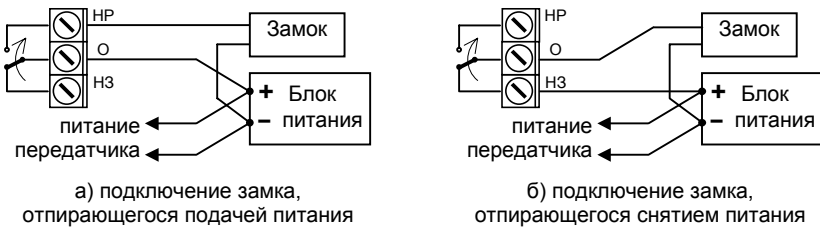

Рисунок 6 – Подключение электрического замка
**ВНИМАНИЕ!** Рекомендуется питать замок от отдельного источника. Если замок и передатчик работают от общего источника питания, то для снижения помех рекомендуется выполнять цепи замка и цепи питания передатчика отдельными линиями, соединяющимися непосредственно на выводах источника питания (см. рисунок 6). Обязательно используйте в цепи замка искрогасящие элементы (диод, RC-цепочку или варистор).